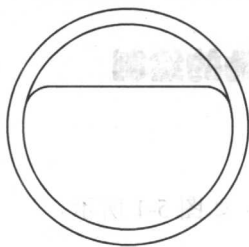

图 5-4 圆角操作
4. 选择“修改”/“圆角”命令,对图形进行圆角操作,圆角半径为50mm,如图5-4所示。